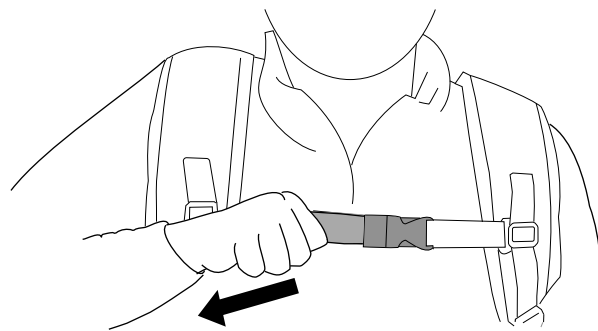

Figure 12
5. Serrez la sangle de poitrine jusqu'à ce qu'elle soit bien ajustée (Figure 12).